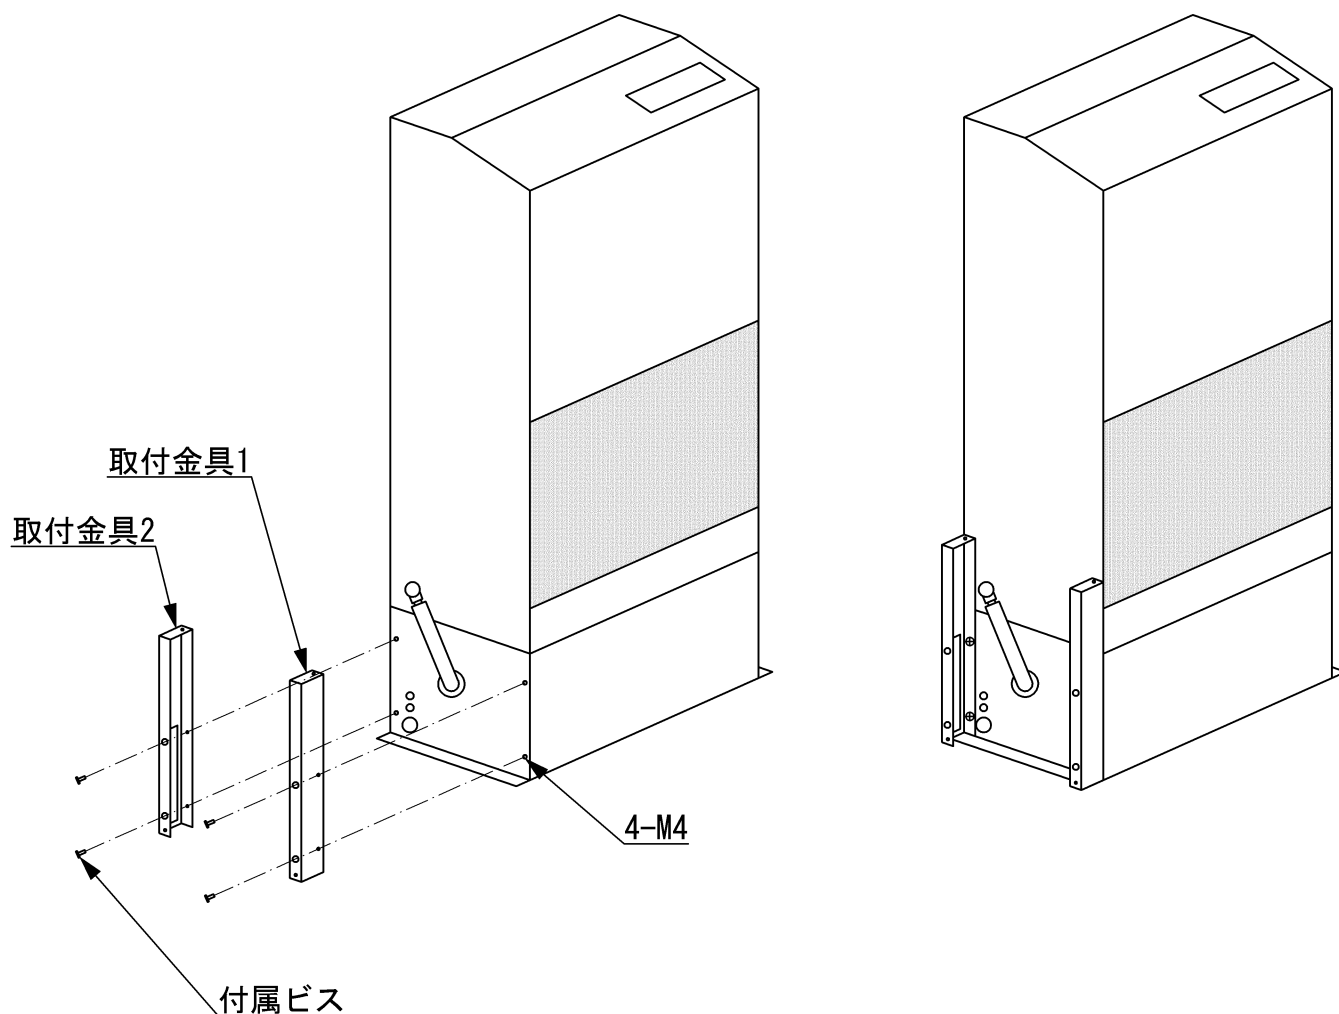

図4-4 取付金具の施工図
手順②取付金具1、取付金具2を図4-4の通りにビス (M4) 留めする